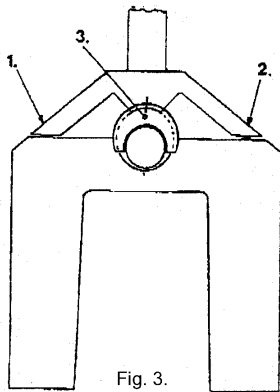

Fig. 3.
To reset the upper torch from rail 50 kg/meter (110 lbs/39") to 60 kg/meter (132 lbs/39") : undo screws 1 and 2 in both ends of oven, see Fig. 3. Turn adjusting block (3) so that the burner moves upwards from the rail head. After adjustment tighten screws 1 and 2.
Einstellen des oberen Brenners von Schiene 50 kg/m (110 lbs/39") auf Schiene 60 kg/m (132 lbs/39"): Schrauben 1 und 2 an beiden Enden des Ofens lösen, siehe Abb. 3. Den Einstellblock (3) so drehen, dass sich der Brenner vom Schienenkopf nach oben wegbewegt. Nach erfolgter Einstellung die Schrauben 1 und 2 wieder anziehen.
För att ställa in den övre brännaren från räls 50 kg/m (110 lbs/39 ") till 60 kg/m (132 lbs/39 "): lösgör skruv 1, och 2 i båda ändar av ugnen, se fig. 3. Vänd justerbiten(3) så att brännaren flyttar sig uppåt ifrån rälhuvudet. Efter anpassning drar åt skruv 1 och 2.